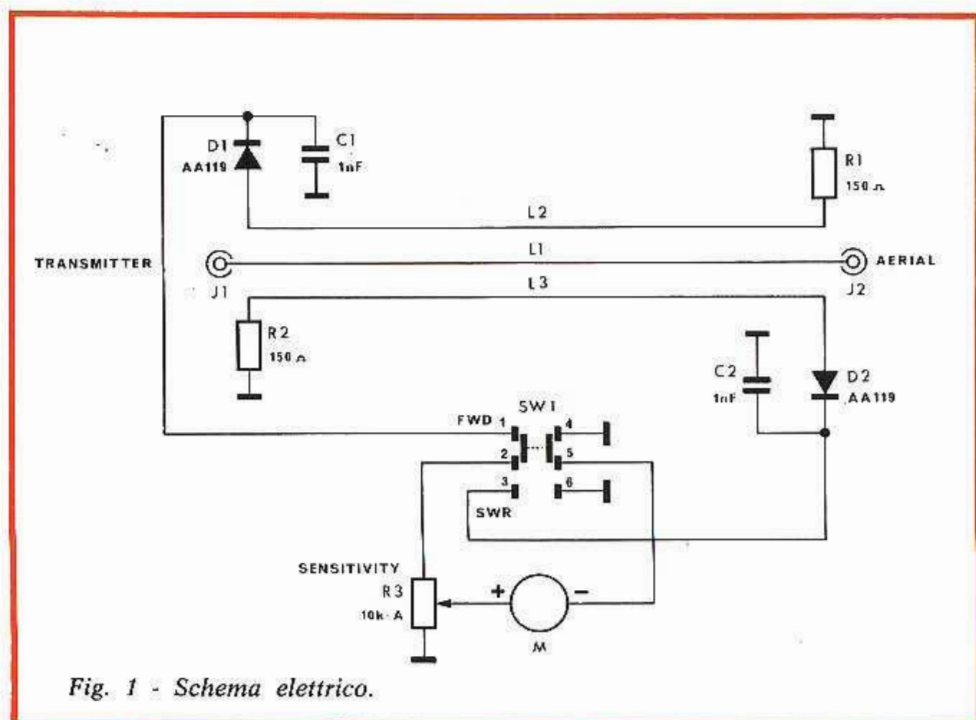

Fig. 1 - Schema elettrico.
**L**o schema elettrico di questo ROS-METRO (Misuratore del rapporto di onde stazionarie) è visibile in fig. 1. Esso è costituito da due prese coassiali J1 e J2 collegate fra loro dalla linea L1. Parallelamente al suddetto tratto di linea sono disposte altre due linee L2 e L3 opposte tra loro. In queste ultime, quando il segnale a radiofrequenza viene fatto passare attraverso la linea L1, viene indotta una tensione proporzionale all'intensità della corrente ad alta frequenza. In pratica la linea L1 si comporta alla stessa